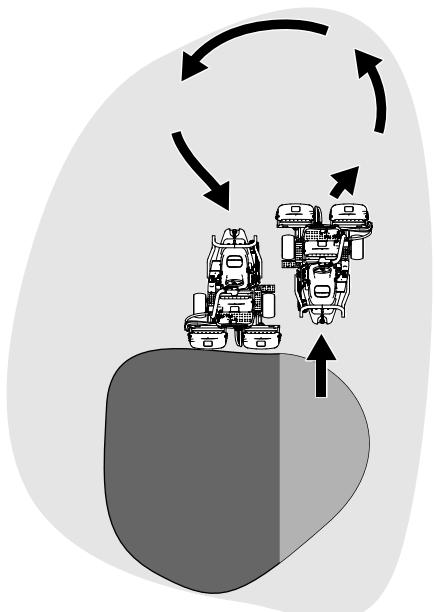

Рисунок 22
- Чтобы сэкономить рабочее время и облегчить выравнивание для следующего прохода, на короткое время разверните машину в противоположном направлении, а затем направьте ее к нескошенной части. Такое движение машины является поворотом «по каплевидной траектории» (Рисунок 22), позволяющим быстро выровнять ее для следующего прохода.